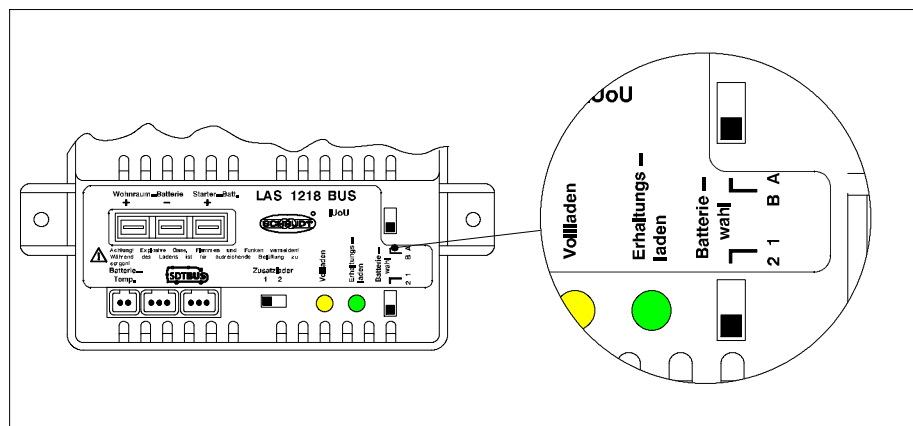

Bild 8 Batteriewahlschalter
- Die Batterie-Wahlschalter (s. Abb. 8) mit einem dünnen Gegenstand (z. B. Kugelschreibermine) in die entsprechende Position bringen: